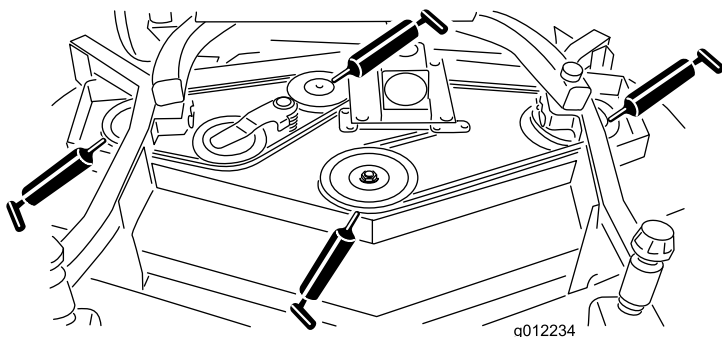

図 20
- スピンドルのシャフトのベアリング3ヶ所プーリの下 (図 20)
- アイドラームのシャフトのベアリング (図 20)